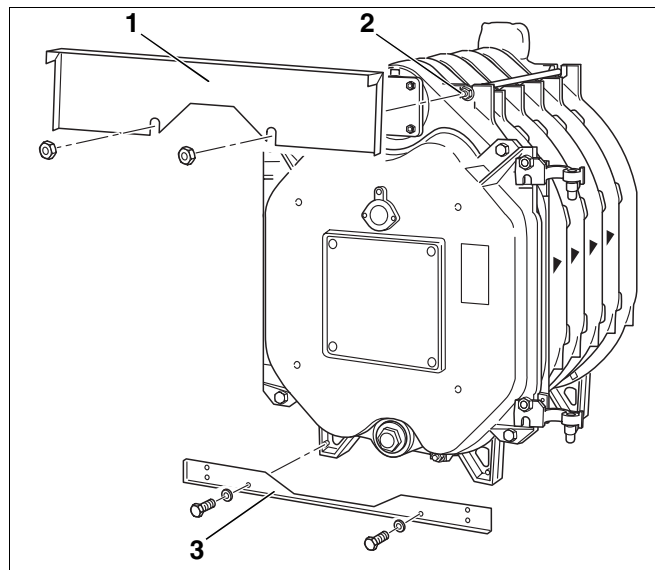

Рис. 30 Установка передних траверс
- К двум верхним анкерным штангам на передней стороне котла слегка накрутить по дополнительной гайке (рис. 30, **поз. 2**).
- Установить поперечную траверсу сверху спереди (рис. 30, **поз. 1**) между первой и второй гайками и зафиксировать на литых выступах.
- Закрепить двумя болтами поперечную траверсу внизу спереди (рис. 30, **поз. 3**) к ножкам передней секции котла.